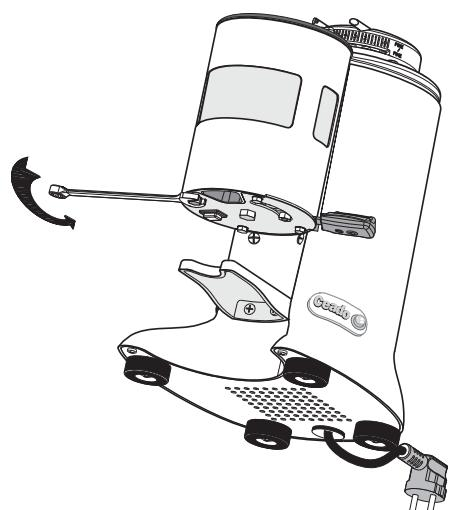

Fig. 9
- 1 Dévisser la vis du fond du doseur comme illustré dans la Fig. 9 avec une clé n° 10.